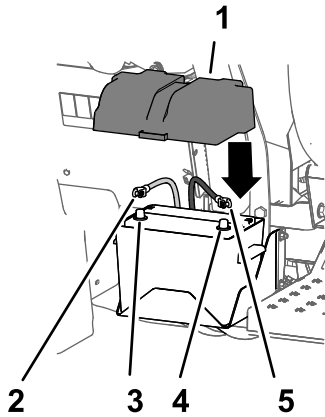

图38
1. 将正极电池接线连接到电池的正极图38。
2. 将负极电池接线连接到电池的负极图38。
3. 将电池盖与电池盒对准并用箍带固定电池盖图38。